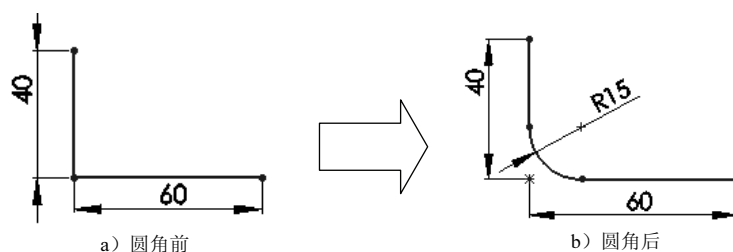

图 2.6.5 绘制圆角
下面以图 2.6.5 为例，说明绘制圆角的一般操作过程。
- Step 4** 选择倒圆角边。分别选取图 2.6.5 所示的两条边，系统便在这两个边之间创建圆角，并将两个草图实体裁剪至交点。